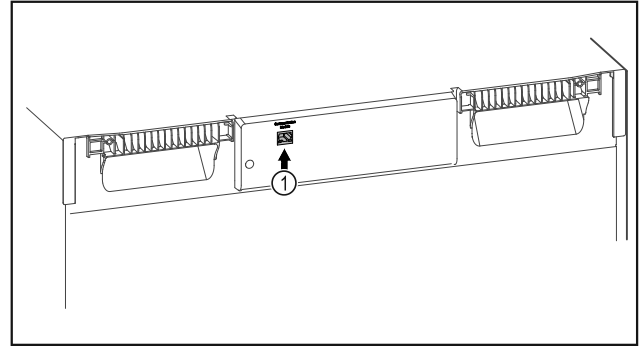

Fig. 86
- SmartModule Fig. 86 (1) встановлено.